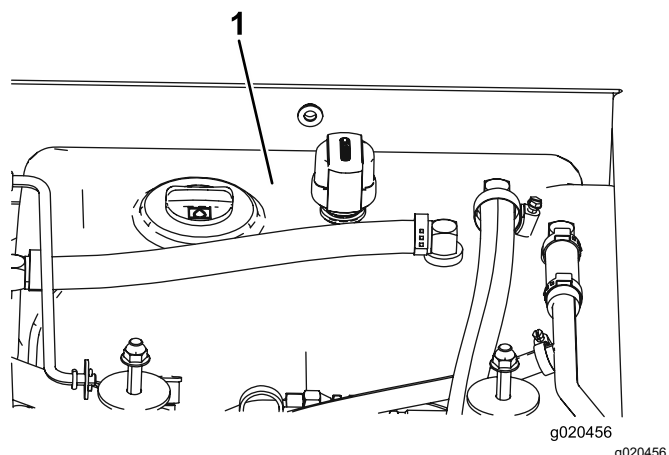

Рисунок 79
4. Залейте гидравлическую жидкость в бак (Рисунок 79); см. Проверка гидравлической жидкости \(страница 75\).